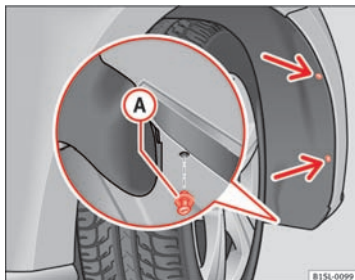

Fig. 146 I hjulkassen forrest i højre side: Sådan skrues skruerne (pile) ud, og sådan fjernes låseclipsen **A**.
2. Skru to skruer til hjulkassebeklædningen ⇒ Fig. 146 (pile) ud med skruetrækkeren fra bilens værktøj ⇒ Side 237.
3. Skru låseclipsen forrest på hjulkassebeklædningen nederst ⇒ Fig. 146 **A** ud med skruetrækkeren fra bilens værktøj, og tag den helt ud ⇒ Side 237.
11. Sæt låseclipsen ind i hjulkassebeklædningen og stødfangeren, og tryk den helt i ⇒ Fig. 146 A.
12. Skru de to skruer ⇒ Fig. 146 (pile) fast med skruetrækkeren. ■